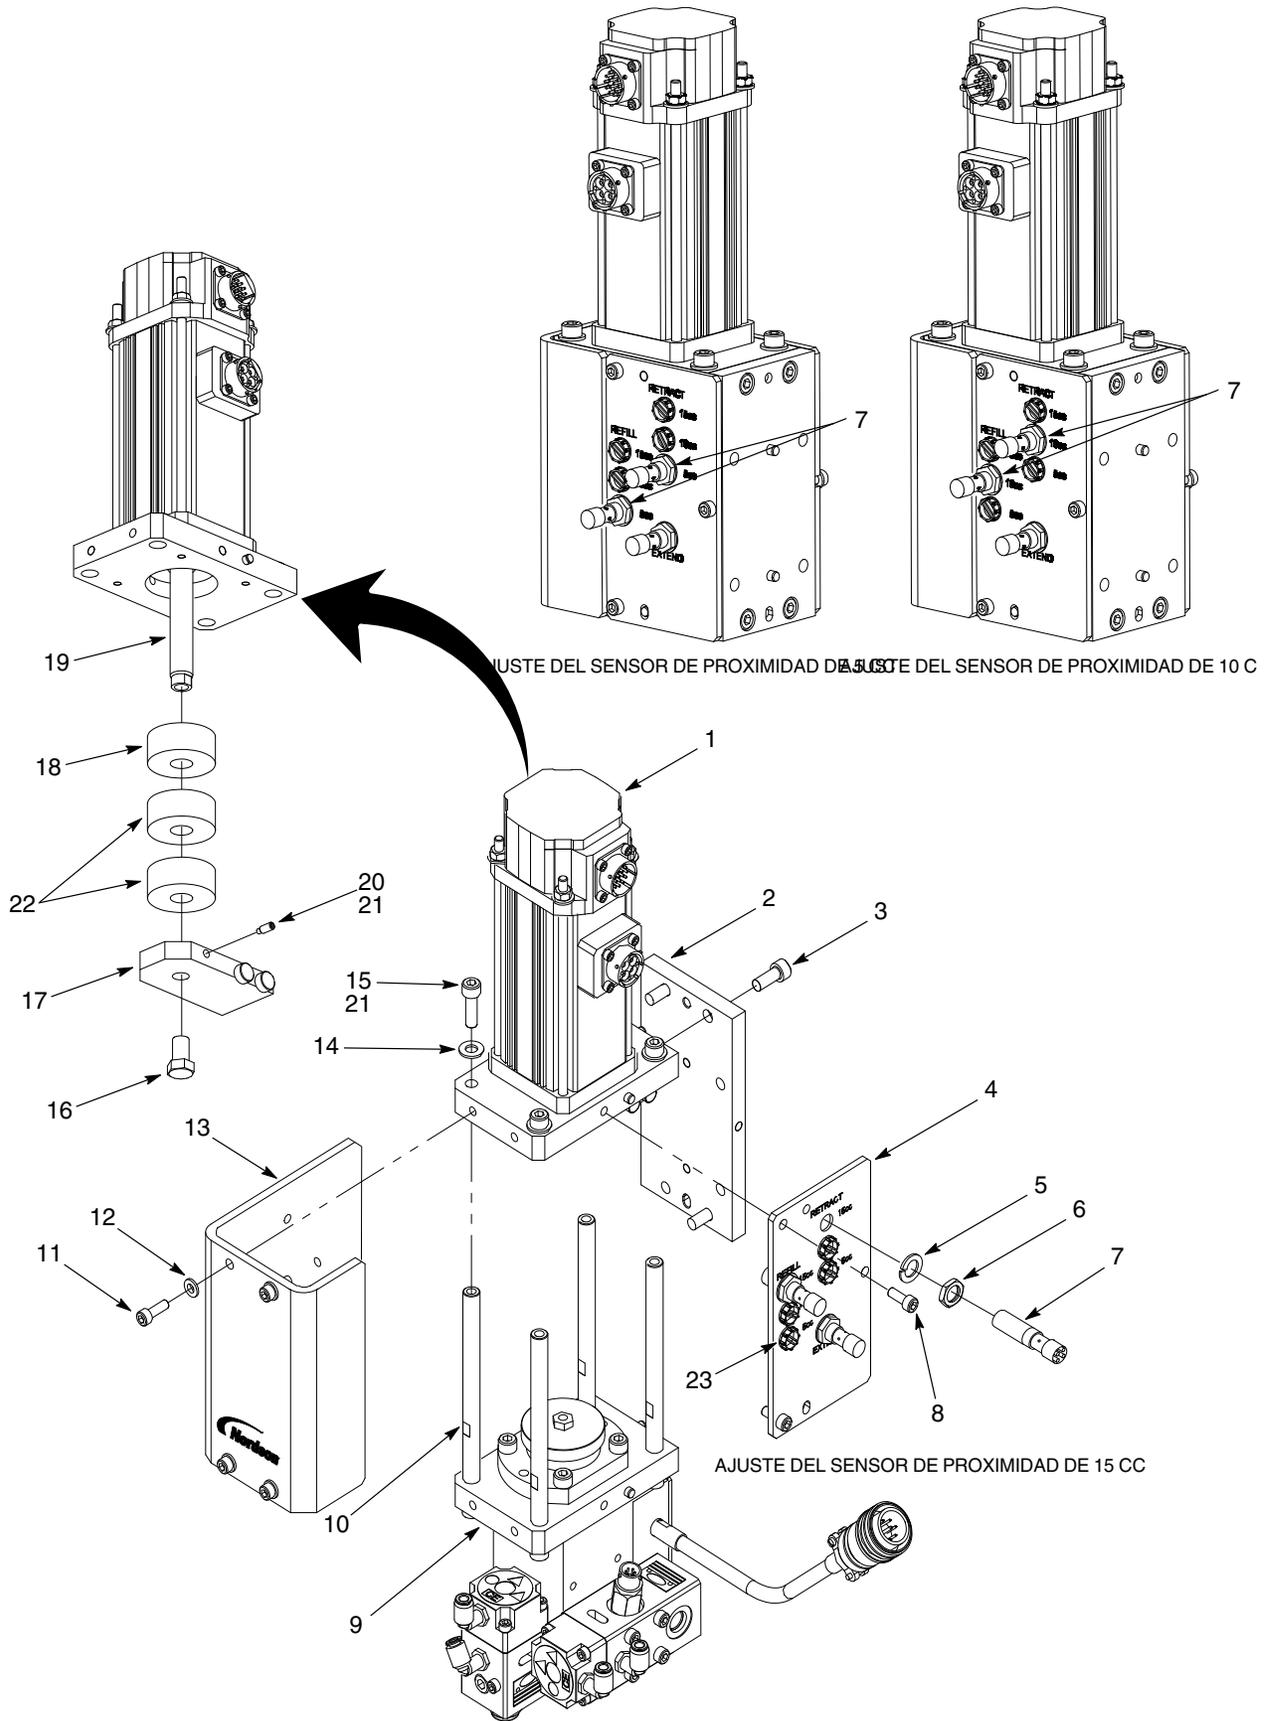
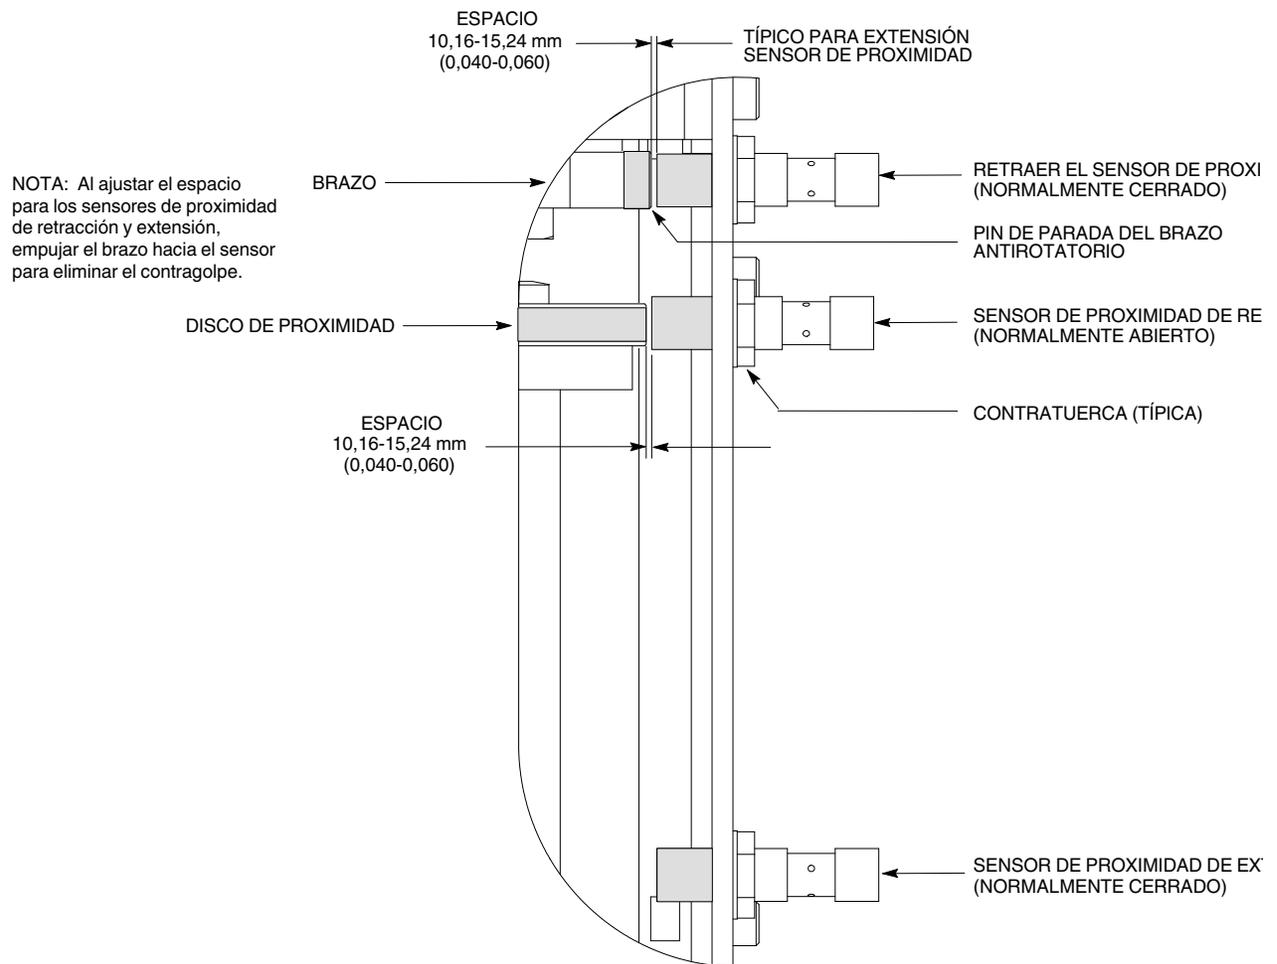

Figura 10 Reparaciones del actuador lineal y del sensor de proximidad
Figura 11 Ajuste del sensor de proximidad
Ver la figura 10 y aplicar el siguiente procedimiento para sustituir el actuador lineal.
1. Ver la figura 10. Asegurarse de que el actuador lineal (1) esté en la posición de aumento para dejar a la vista el eje (19).
2. Extraer los tornillos (11) y las arandelas (12) fijando la protección (13) al actuador lineal (1) y al saliente de la carcasa (9).
3. Extraer el tornillo (16) del brazo antirotatorio (17). Soltar los tornillos de ajuste (20) y extraer el brazo antirotatorio del eje (19).
4. Asegurarse de que hay una junta tórica instalada en cada separador de aluminio (22). Instalar los separadores de aluminio en el eje (19):
- a. Instalar el brazo antirotatorio (17) en el eje (19) utilizando el tornillo (16). Apretar con las manos el tornillo.
- b. Aplicar Loctite 242 (21) a las roscas de los tornillos de ajuste (20). Instalar los tornillos de ajuste en el brazo antirotatorio (17). Apretar con las manos el tornillo.
- c. Apretar el tornillo (16) a 13,5 N•m (10 pies-lb). Apretar los tornillos de ajuste (20) a 4 N•m (35 pulg.-lb).
6. Reajustar todos los sensores de proximidad (7):
1. Ver la figura 10. Desconectar el cable del sensor de proximidad (7).
2. Extraer los tornillos (11) y las arandelas (12) que fijan la protección (13) al actuador lineal (1) y al saliente de la carcasa (9).
3. Aflojar la contratuerca (6). Extraer el sensor de proximidad (6), la arandela (5) y la arandela de bloqueo (7) de la placa de proximidad (4).
4. Instalar la contratuerca (6) y la arandela de bloqueo (5) en el nuevo sensor de proximidad (7).
1. Ver la figura 11. Extender o retraer el actuador lineal hasta que el pin de parada del brazo antirotatorio esté directamente detrás del sensor.
5. Ver la figura 10. Instalar la protección (13) en el actuador lineal (1) y el saliente de la carcasa (9) utilizando las arandelas (12) y los tornillos (11). Apretar bien los tornillos.
1. Ver la figura 11. Extender el conjunto del pistón hasta que el disco de proximidad esté directamente detrás del sensor de proximidad.
3. Conectar el cable al sensor de proximidad (7).
4. Ver la figura 10. Instalar la protección (13) en el actuador lineal (1) y el saliente de la carcasa (9) utilizando las arandelas (12) y los tornillos (11). Apretar bien los tornillos.